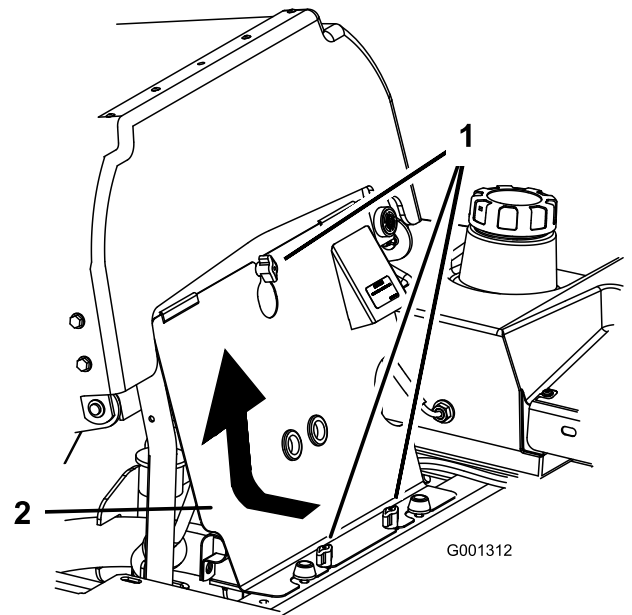

Figure 61
1. Basculez le siège en avant et déposez le panneau avant du moteur (Figure 61).